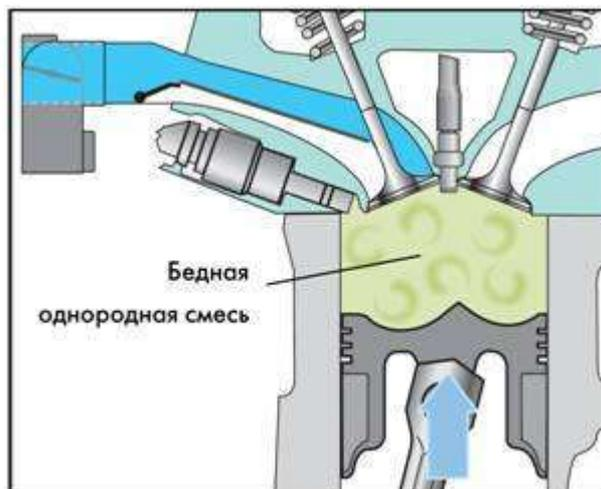

Рисунок 3.23 – Процесс смесеобразования при гомогенно-обедненном распределении смеси
3. Процесс смесеобразования (рис.3.23)